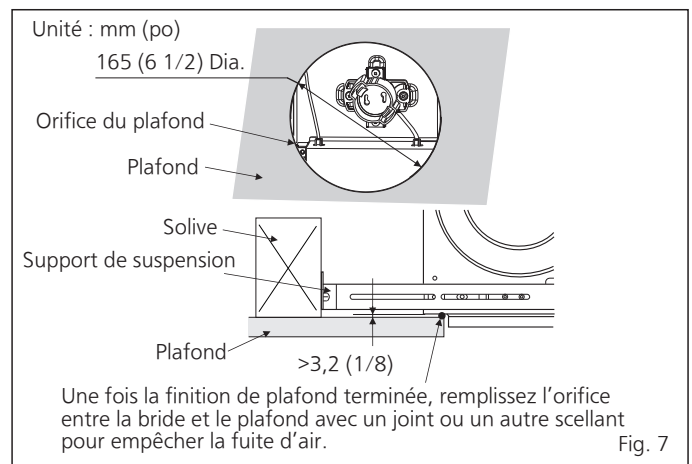

Fig. 7
11. Terminez la finition du plafond. Un orifice circulaire (165 mm (6 1/2 po) de diamètre) doit être découpé dans le plafond. De plus, assurez-vous qu'il y aura un espace (>3,2 mm (1/8 po)) entre le dessous du boîtier du ventilateur et le plafond. (Voir Fig. 7)